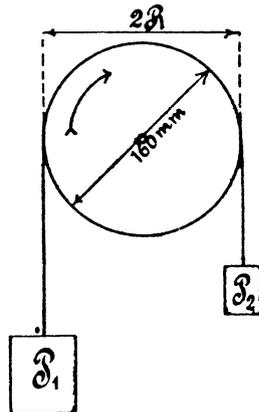

Fig. 77.
204. Ein Reihenelektromotor soll gebremst werden. Zu dem Zweck wird geme sen: die Klemmenspannung  $e = 100$  [120] (220) V, die Stromstärke  $i = 10$  [12] (8) A, die Tourenzahl  $n = 1500$  [1800] (1200) pro Minute, der Anker- und Magnetwiderstand  $w_a + w_m = 2$  [1] (1)  $\Omega$ , die Bremsgewichte  $P_1 = 6$  [7,5] (15,5) kg,  $P_2 = 0,8$  [1] (2,5) kg und der Scheibendurchmesser  $2R = 160$  mm. (Fig. 77.) Gesucht:
- die unter a, b, c, d, e verlangten Größen, wenn bei unveränderter Belastung die Klemmenspannung auf 110 [125] (230) V erhöht wird.